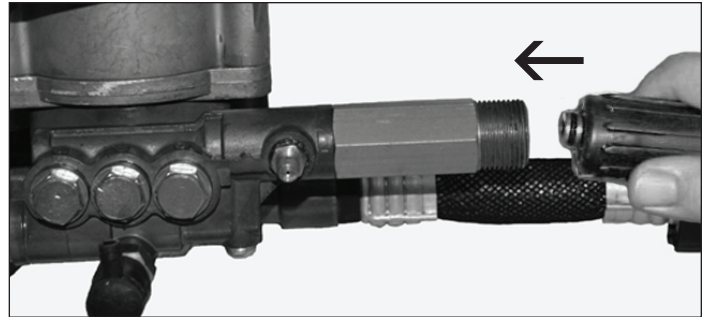

Figure 7 - Raccorder le tuyau haute pression à la pompe
4. Connectez le flexible haute pression à la sortie de la pompe (voir la Figure 7).